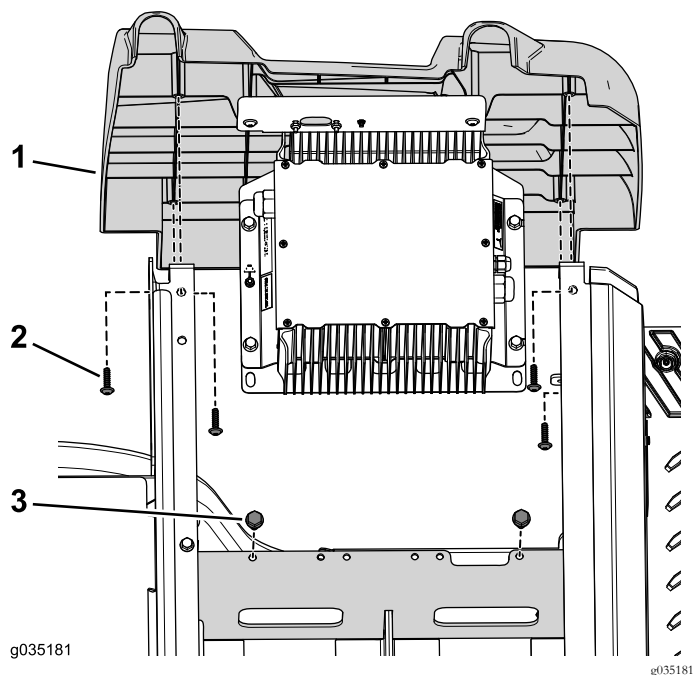

Figure 88
9. Avec les 2 boulons ($\frac{3}{8}$ " x $\frac{3}{4}$ "), fixez le support de chargeur au support de batterie (Figure 88).